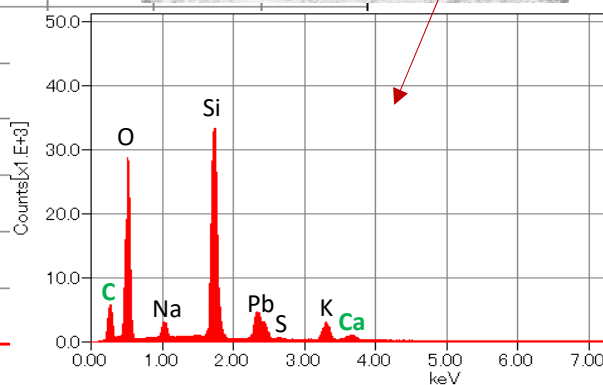

Fig.7 正常部のX線スペクトル
■ 元素分析で汚れと正常部を比較すると、汚れからは正常部のガラス成分の他にMg(マグネシウム)、Al(アルミニウム)が検出されました。また、汚れは正常部よりもC(炭素)とCa(カルシウム)のピーク強度が相対的に高くなっています(Fig6、Fig7)。